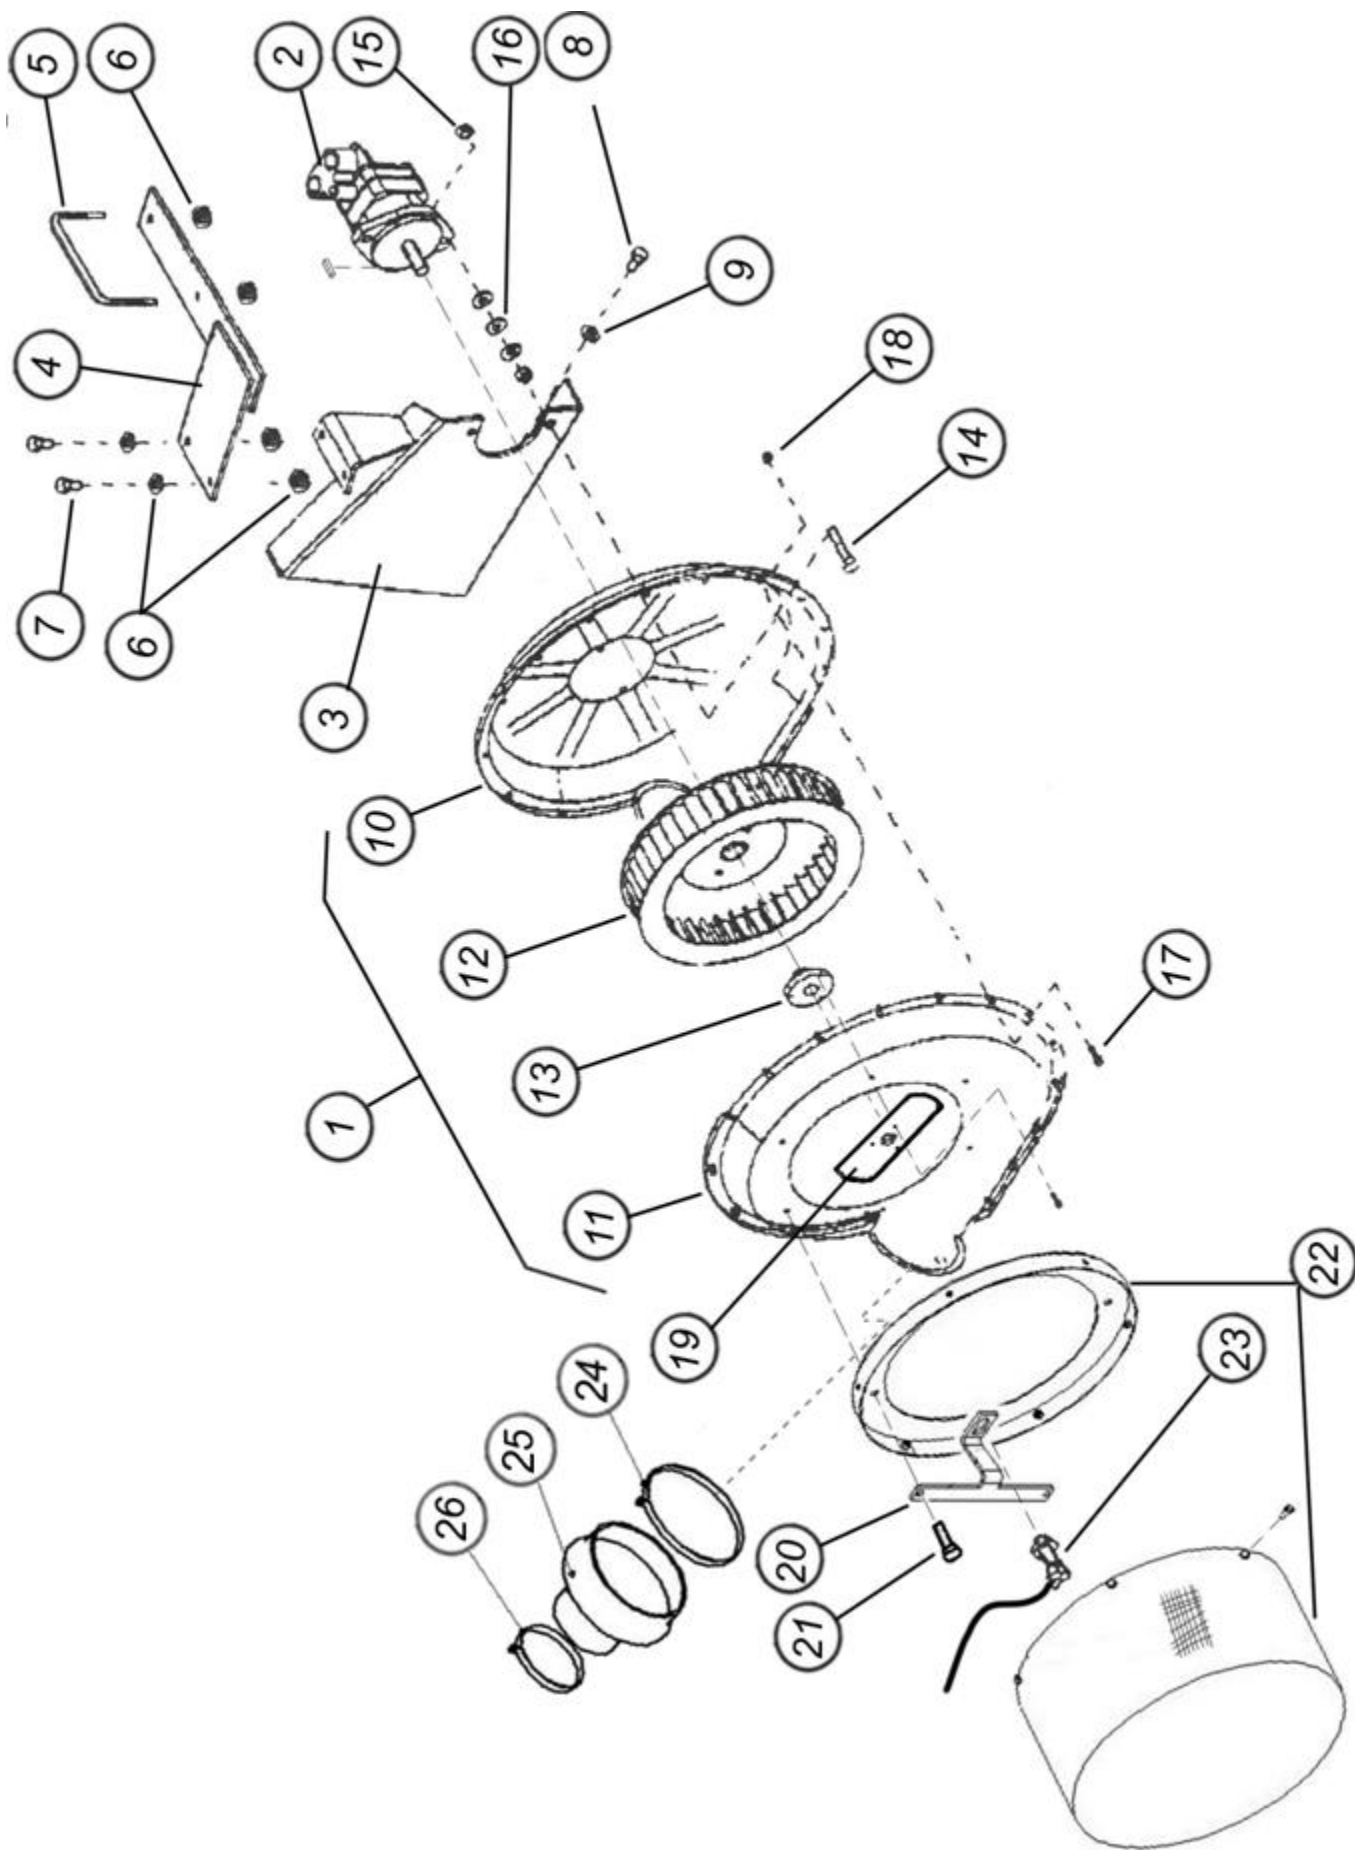

Рис. 7.2.8.1. Детали и узлы вентилятора 6" с гидроприводом
7.2.8.2. Вентилятор 8" с гидроприводом (рис. 7.2.8.2)